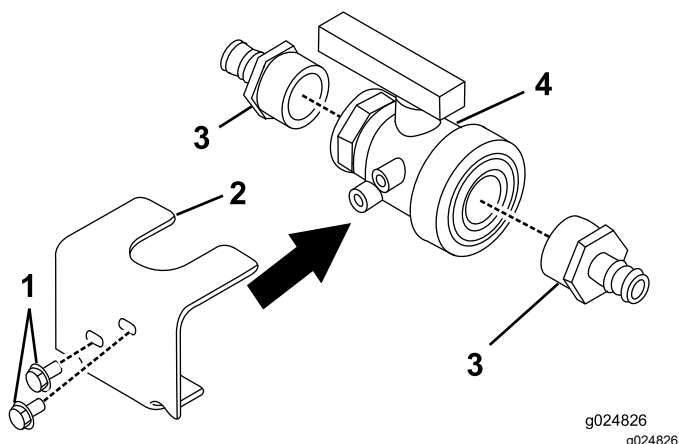

Figure 33
5. Fixez le clapet à bille sur son support (Figure 33) au moyen de 2 boulons (5/16 x 5/8 po).